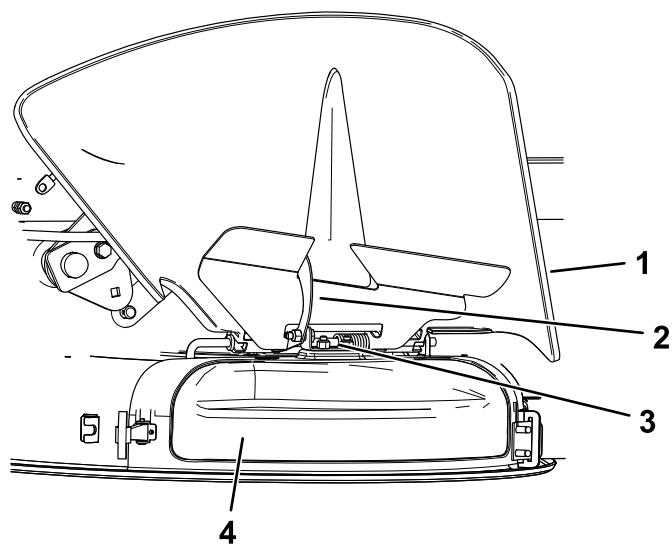

Figure 16
4. Ouvrez le crochet de verrouillage sur le dessus du couvercle d'éjection pour le dégager de la tige de pivot (Figure 16).
5. Sur le haut du couvercle d'éjection, accrochez le crochet de verrouillage à la tige de pivot du déflecteur (Figure 16).